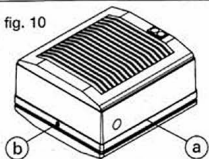

fig. 12
- Fig. 12.- Dévisser les 3 écrous (d) de fixation de la grille extérieure (e) et la dissocier de la platine (f).